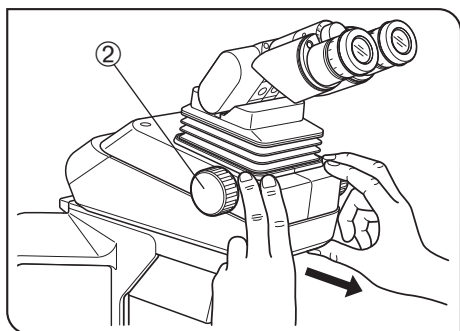

図 41
- ◎鏡筒の前後位置を調整する場合は、図41のように、鏡筒のベース部を持って調整してください。
- ◎接眼レンズの上下位置を調整する場合は、ダイヤル②を回して、調整してください。